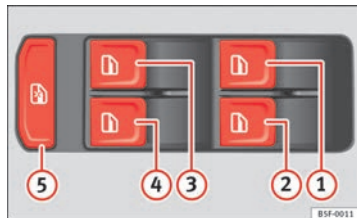

Fig. 60 Pormenor da porta do condutor: comandos para os vidros frontais e traseiros (veículo de 5 portas)
Os botões ⇒ Fig. 60 ①, ②, ③ e ④ têm duas posições para a abertura e outras duas para o fecho dos vidros. É assim mais fácil controlar a abertura e o fecho.